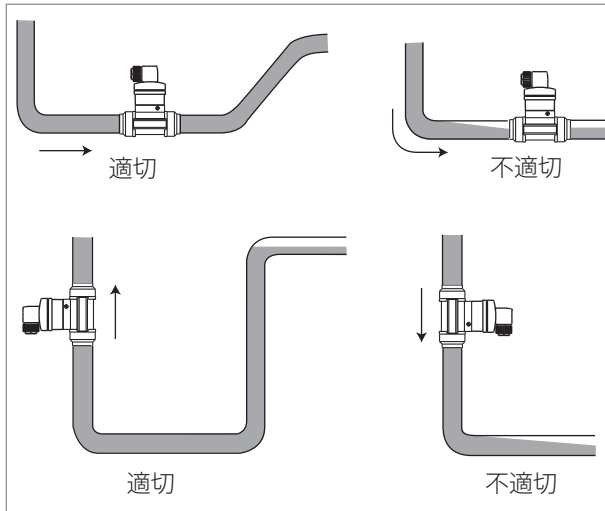

図 5: 設置に関するその他の推奨事項
- パイプ内に常に液体が満ちているようにしてください (以下を参照 図5)。